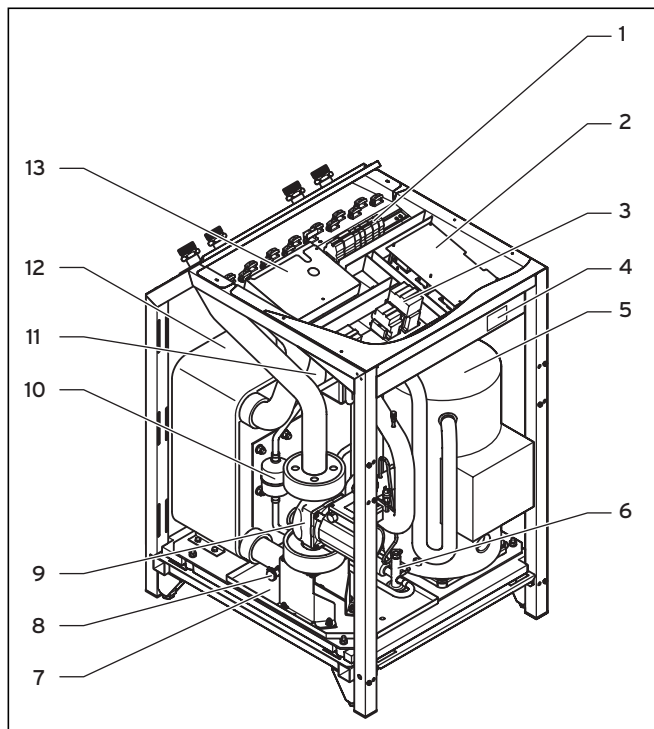
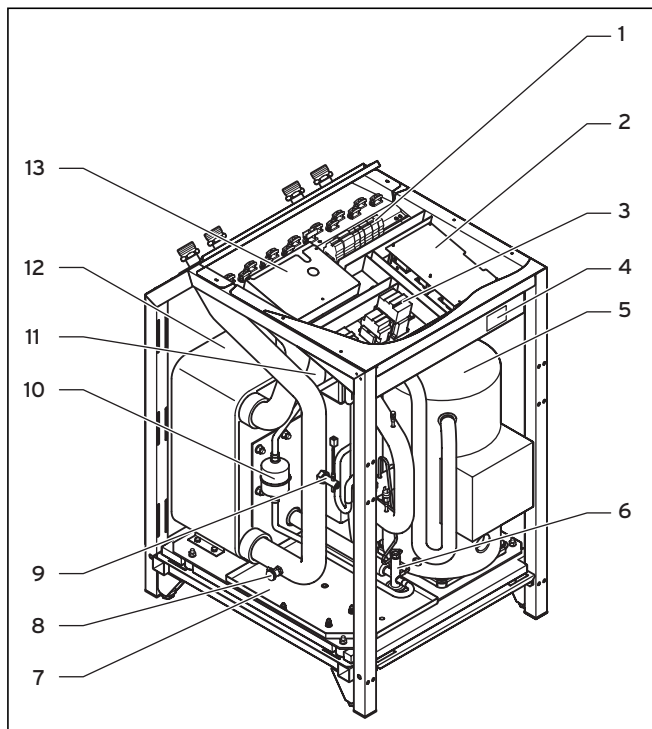

Рис. 3.5 Вид спереди, открыто (VWS)
Рис. 3.6 Вид спереди, открыто (VWW)
Чтобы предотвратить выпадение конденсата внутри агрегата, трубопроводы контура рассола/контура воды из скважины и контура хладагента имеют теплоизоляцию. Если конденсат все-таки появится, то он будет собираться в ванне для конденсата (7) (→ Рис. 3.5) и (→ Рис. 3.6) и отводиться под тепловой насос. Поэтому под тепловым насосом возможно каплеобразование.